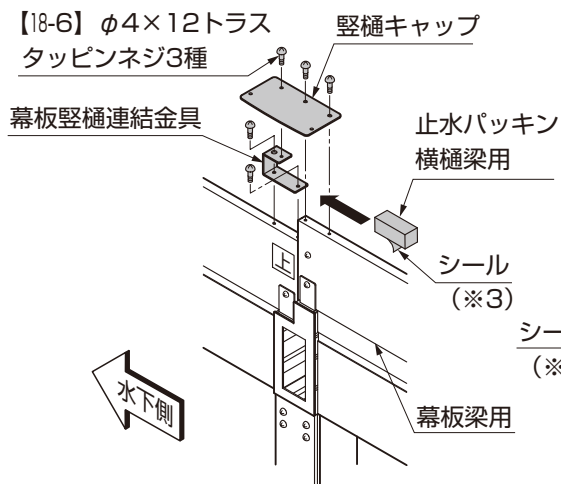
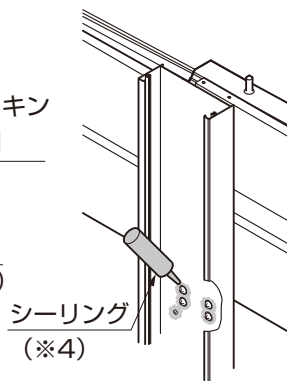
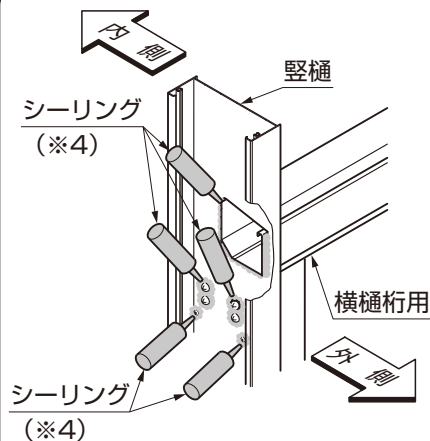

図18-15 縦樋キャップの取付け
図18-16 中間部のシーリング
図18-17 端部のシーリング
- ⑤ 水下側の幕板梁用に幕板縦樋連結金具を【18-6】で取付けてください。(図18-15参照)
- ⑥ 幕板縦樋連結金具に止水パッキン横樋梁用の下面シールをはがして貼付けてください。
- ⑦ 縦樋キャップを【18-6】で取付けてください。(図18-15参照)
- ⑧ 主柱・中間主柱と縦樋を【18-5】で取付けてください。
- ⑨ 縦樋内部の横樋桁用の差込み部分、主柱上部のネジ部にシーリング(※4)をしてください。(図18-16、図18-17参照)